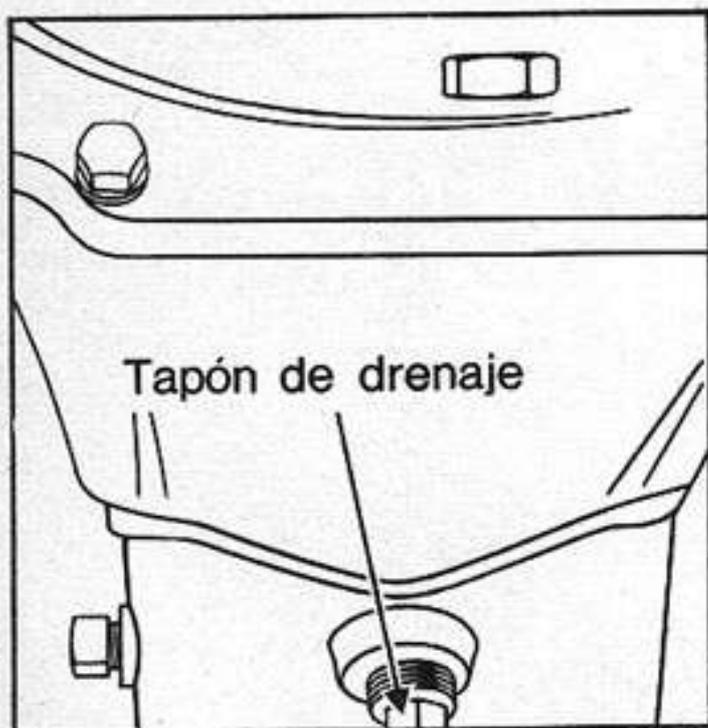

Fig. 3 - Extracción del tapón de drenaje
5. Aflojar el tapón de drenaje y desagotar todo el aceite (Fig. 3).